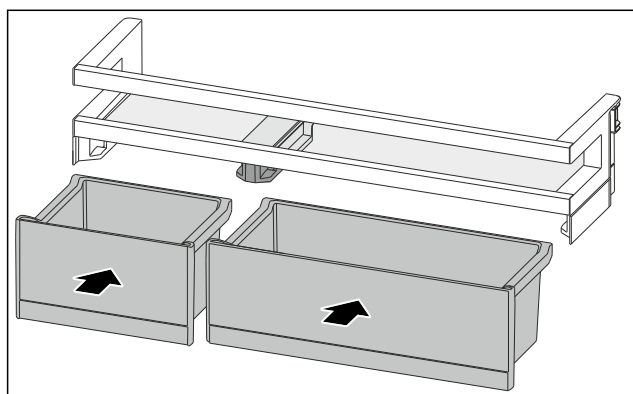

Fig. 115
- VarioBoxy vložte v opačném pořadí. (viz Fig. 115)